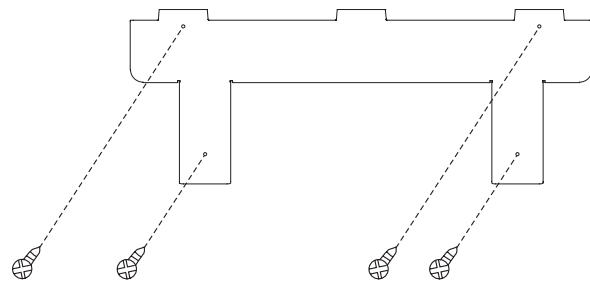

Abb. 5
7. Installieren Sie die Montageplatte wie in Abb. 5 gezeigt.
1. Wählen Sie einen Standort, der für Wartungszwecke leicht zugänglich ist und über eine gute Luftzirkulation verfügt (s. Abb. 5).
6. Die zulässigen Montageabstände finden Sie in Abb. 5.